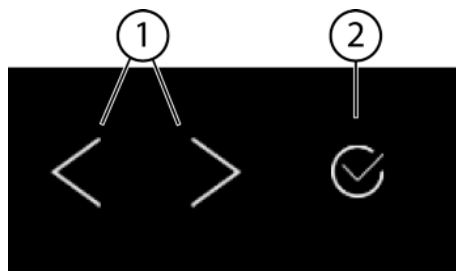
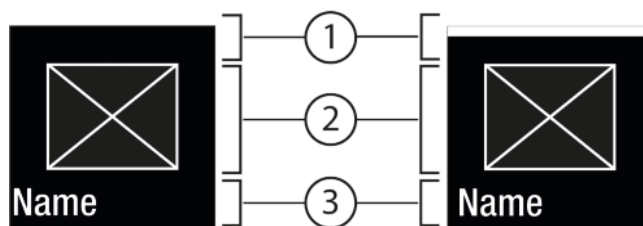
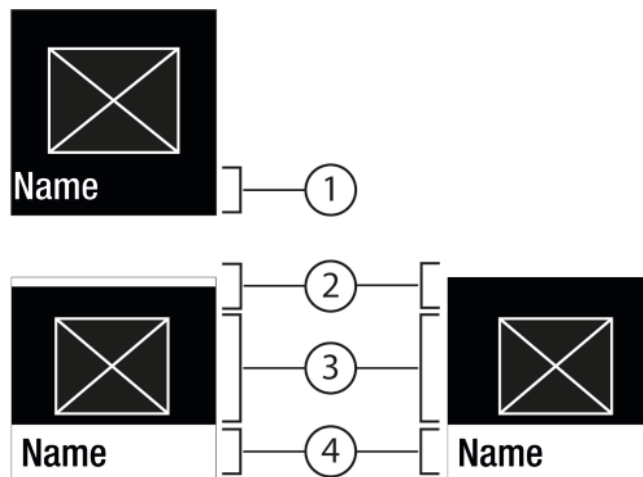

Fig. 5
Fig. 6
Fig. 7
- (1) Flechas de navegación izquierda / derecha (2) Confirmar
Flechas de navegación izquierda / derecha Fig. 5 (1):
Confirmar Fig. 5 (2):
- Navegación con la flecha de navegación izquierda / derecha Fig. 5 (1).
- Con Confirmar Fig. 5 (2) activación / desactivación de la función Fig. 6 (1) / ajuste Fig. 6 (1).
- Acceso al Submenú Fig. 5 (2) con Confirmar Fig. 7 (4).
- Ajuste de nuevo valor: Selección de un valor desactivado Fig. 5 (2) con Confirmar Fig. 6 (1).
- Regreso al menú: Selección del valor ya activado Fig. 5 (2) con Confirmar Fig. 6 (2).
- ▶ Pulse las flechas de navegación *Fig. 5 (1)* hasta que se muestre .
- ▶ Pulse Confirmar *Fig. 5 (2)*.
- ▶ Pulse las flechas de navegación *Fig. 5 (1)* hasta que se muestre la función.
- ▶ Seleccione el valor de ajuste con las flechas de navegación *Fig. 5 (1)*.
- ▷ Estado: activado *Fig. 6 (1)* aparece brevemente en el submenú *Fig. 7 (4)*.
- ▶ Pulse las flechas de navegación *Fig. 5 (1)* hasta que se muestre  Ajustes.
- ▶ Pulse las flechas de navegación *Fig. 5 (1)* hasta que se muestre el ajuste deseado.
- ▶ Pulse Confirmar *Fig. 5 (2)* durante 3 segundos.